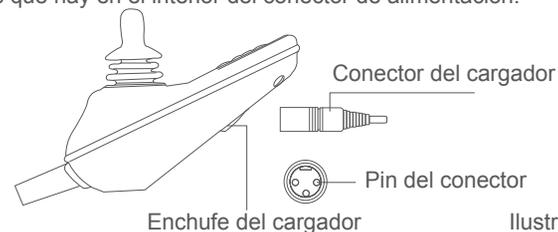

Ilustración 6.9
- Inserte el conector de salida del cargador en la ranura inferior del controlador, según se muestra en la Ilustración 6.9.